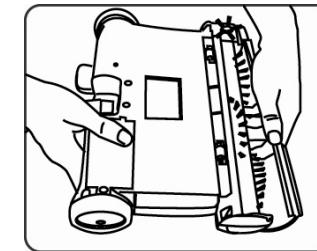

Fig. 14
4. De vez en cuando, quite la cubierta transparente del cepillo del frente de la barredora y saque la acumulación de pelusa, pelos o fibras del cepillo giratorio. Para quitar la cubierta, agárrela por debajo, tire hacia fuera y hacia arriba hasta que se desenganche de las ranuras laterales y de las pestañas de la parte superior. Corte cuidadosamente los hilos y cabellos con una tijera. (Fig. 14)
- Quite la cubierta del cepillo. (Fig. 14)